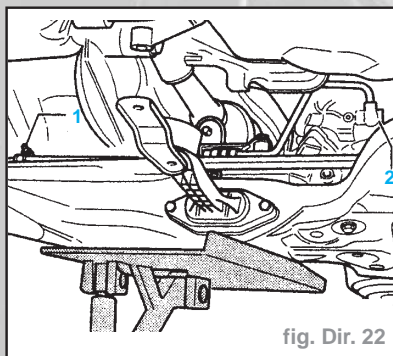

fig. Dir. 22
- Dévisser la conduite de retour du collier (1) et du mécanisme de direction (2) (fig. Dir. 22).